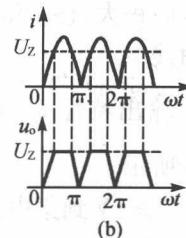

图 15.4
(2) 实现简单稳压(电路如图 15.4(a));
(3) 削波电路(电路如图 15.4(b))。